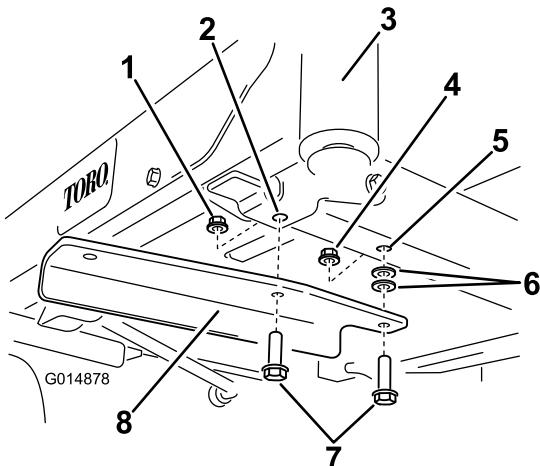

Figura 5
3. Assicurate la staffa al telaio mediante due bulloni (3/8 x 1-1/4 poll.) due rondelle e due dadi di bloccaggio (3/8 poll.) (Figura 5). Uno dei dadi di bloccaggio è a corredo nelle parti sciolte, l'altro è quello precedentemente rimosso.